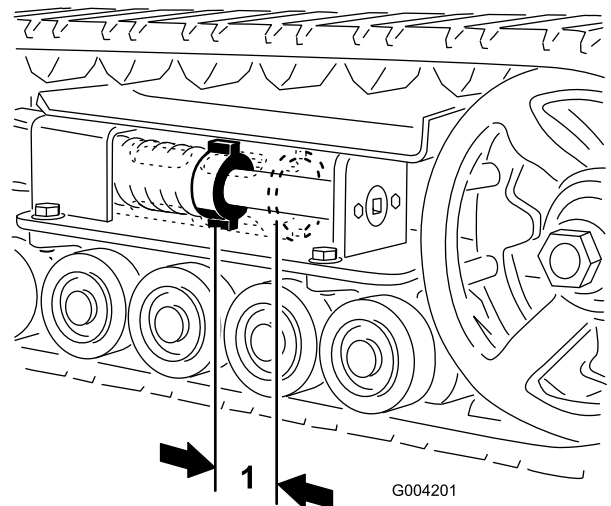
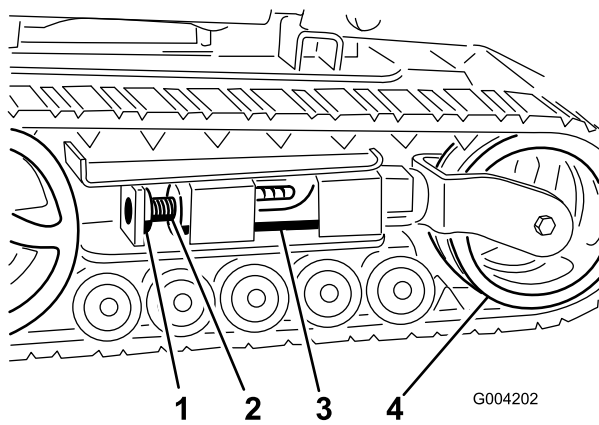
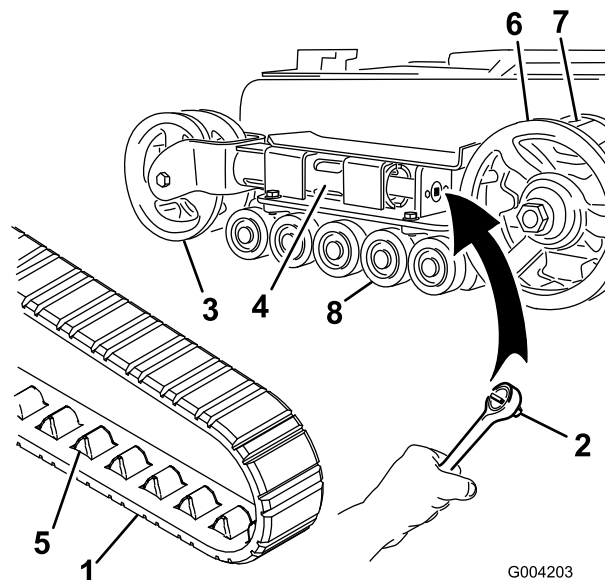
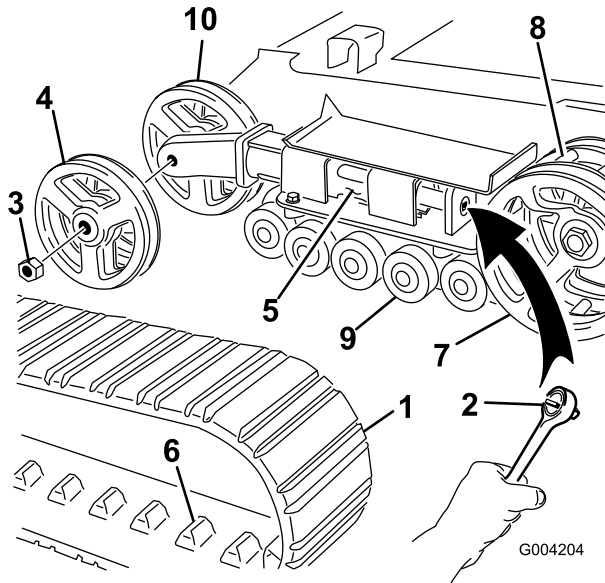

Figure 44
Figure 45
Figure 46
Figure 47
L'écrou de tension et l'arrière du tube de tension doivent être distants de 7 cm (Figure 44). Si ce n'est pas le cas, réglez la tension des chenilles comme suit :
3. Enlevez le boulon et l'écrou de blocage (Figure 45).
4. À l'aide d'un entraînement carré de 13 mm (1/2 po) (Figure 46), tournez la vis de tension dans le sens antihoraire jusqu'à obtention d'un espacement de 7 cm entre l'écrou de tension et l'arrière du tube de tension (Figure 44).
5. Alignez l'encoche la plus proche dans la vis de tension avec le trou du boulon de blocage et fixez la vis avec le boulon et l'écrou de blocage (Figure 45).
5. Poussez la roue de tension vers l'arrière de la machine pour appuyer le tube de fourche contre le châssis (Figure 46). (S'il ne touche pas le châssis, continuez de tourner la vis de tension jusqu'à ce qu'il le touche).
7. Lorsque la chenille est déchaussée, retirez-la du pignon d'entraînement et des galets de roulement (Figure 46).
8. Pour installer la chenille neuve, commencez par l'enrouler autour du pignon d'entraînement, en veillant à ce que les crampons s'engagent correctement entre les entretoises du pignon (Figure 46).
9. Poussez la chenille sous et entre les galets de roulement (Figure 46).
11. Tournez la vis de tension dans le sens antihoraire, de manière à obtenir un écartement de 7 cm entre l'écrou de tension et l'arrière du tube de fourche (Figure 44).
4. À l'aide d'un entraînement carré de 13 mm (1/2 po), tournez la vis de tension dans le sens horaire pour détendre la transmission (Figure 45 et Figure 46).
4. À l'aide d'un entraînement carré de 13 mm (1/2 po), tournez la vis de tension dans le sens horaire pour détendre la transmission (Figure 45 et Figure 47).
5. Poussez la roue de tension vers l'arrière de la machine pour appuyer le tube de tension contre le châssis (Figure 47). (S'il ne touche pas le châssis, continuez de tourner la vis de tension jusqu'à ce qu'il le touche).
6. Retirez l'écrou de fixation de la roue de tension extérieure et déposez la roue (Figure 47).
7. Déposez la chenille (Figure 47).
8. Retirez l'écrou de fixation de la roue de tension intérieure et déposez la roue (Figure 47).
12. Posez la roue de tension intérieure et fixez-la avec l'écrou retiré précédemment (Figure 47).
14. Posez la chenille neuve en prenant soin que les crampons s'engagent entre les entretoises au centre du barbotin (Figure 47).
15. Posez la roue de tension extérieure et fixez-la avec l'écrou retiré précédemment (Figure 47).
17. Tournez la vis de tension dans le sens anti-horaire, de manière à obtenir un écartement de 7 cm entre l'écrou de tension et l'arrière du tube de tension (Figure 44).